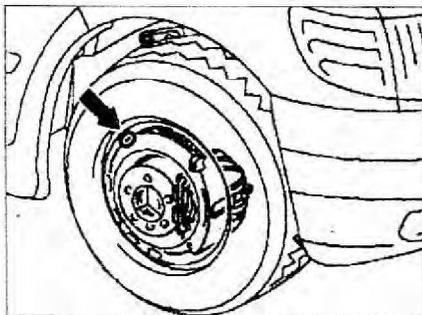

Рис. 1.23. Проверка толщины тормозных накладок (одиночные шины).
1. Проверьте толщину тормозных накладок через отверстие в диске колеса (рис. 1.23). Вставьте щуп в отверстие до упора и измерьте толщину накладки. Максимально допустимый износ составляет 2 мм.